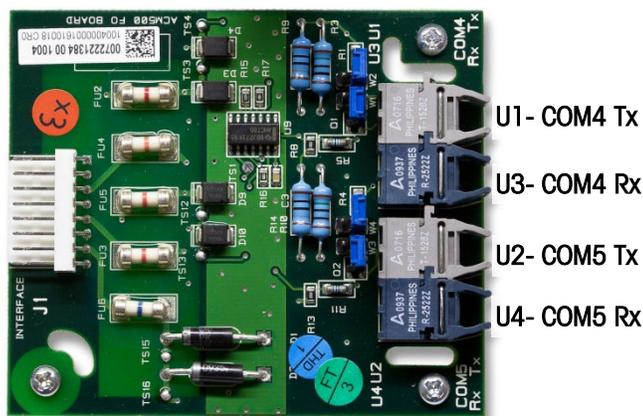
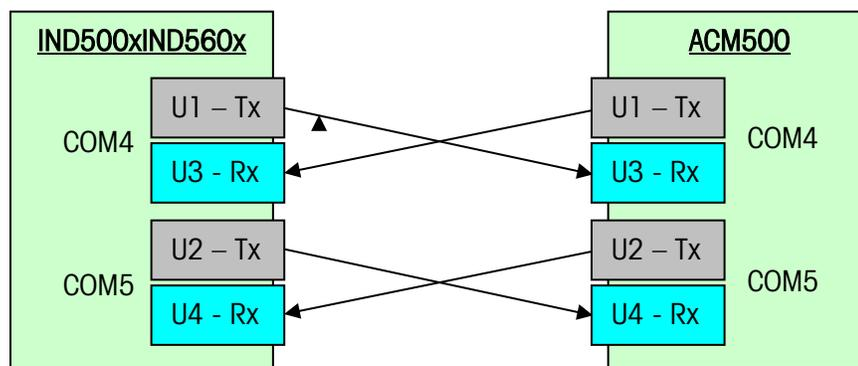

Figura 3-9: Scheda di interfaccia a fibra ottica
Figura 3-10: Diagramma di connessione cavo a fibra ottica
3. connettendo i cavi a fibra ottica alla COM4, stabilire quale dei due cavi proviene dalla porta COM4 dello IND500x/IND560x. Attaccare il cavo a fibra ottica dal trasmettitore COM4(U1) dello IND500x/IND560x nel ricevitore COM4 (U3) dello ACM500 e il cavo dal ricevitore COM4 (U3) nel trasmettitore COM4 (U1) dello ACM500. Osservare la Figura 3-9 per identificare trasmettitori e ricevitori sulla scheda di interfaccia a fibra ottica dello ACM500. La Figura 3-10 mostra il cablaggio corretto fra lo IND500x/IND560x e lo ACM500.
4. Installando una connessione alla COM5, stabilire quale dei due cavi a fibra ottica proviene dalla porta COM5 dello IND500x/IND560x. Attaccare il cavo a fibra ottica dal trasmettitore COM5(U2) dello IND500x/IND560x nel ricevitore COM5 (U4) dello ACM500 e il cavo dal ricevitore COM5 (U4) nel trasmettitore COM5 (U2) dello ACM500. La Figura 3-10 mostra il cablaggio corretto fra lo IND500x/IND560x e lo ACM500.